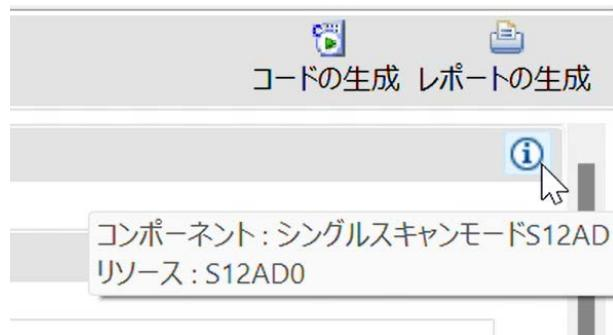

図 4-16 コンポーネントの情報アイコン
追加した CG コンポーネントの右上に情報アイコン [①] が表示され、コンポーネントとリソースの情報を確認できます。情報アイコンにカーソルを合わせると、図 4-16 のようなコンポーネントの情報が表示されます。